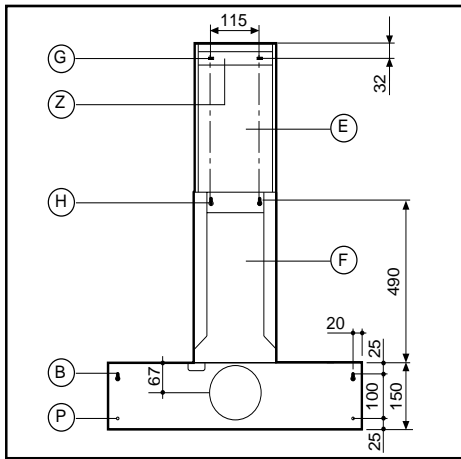

Fig.2
Make 4 holes (B-P) according to the measurements indicated in fig. 2. For the various assembly operations, use screws and anchors suitable for the type of wall (eg., concrete, plasterboard, etc.)
Hang the hood on the wall using the two holes (B) fig. 2.
Make four holes (G-H) according to the measurements indicated in fig. 2
Secure the bracket (Z) to the wall fig. 2
Hang the pipe fitting (F) using the 2 holes (H) fig. 2
Unter Beachtung der auf den Abbildungen 2 und 3 angegebenen Werte 4 Bohrungen (B – P) ausführen Abb. 2.
Beiden verschiedenen Montagen für die Art der Wand (z. B. Zement, Rigips usw.) geeignete Schrauben und Spreizdübel verwenden. Die Haube unter Verwendung der beiden Bohrungen (B) auf Abb. 2 der Wand anbringen.
Unter Beachtung der auf (Abbildung 2) angegebenen Werte 4 Bohrungen (G - H) ausführen. Beiden verschiedenen Montagen für die Art der Wand (z. B. Zement, Rigips usw.) geeignete Schrauben und Dübel verwenden. Den Bügel (Z) an der Wand anbringen (Abbildung 2) Die beiden Anschlüsse senkrecht zur Haube ausrichten. Den Anschluss (F) unter Verwendung der beiden Bohrungen (H) (Abbildung 2) anbringen. Den Anschluss (E) von dem Anschluss (F) abnehmen und seitlich mit den entsprechenden Schrauben am Bügel (Z) anbringen.